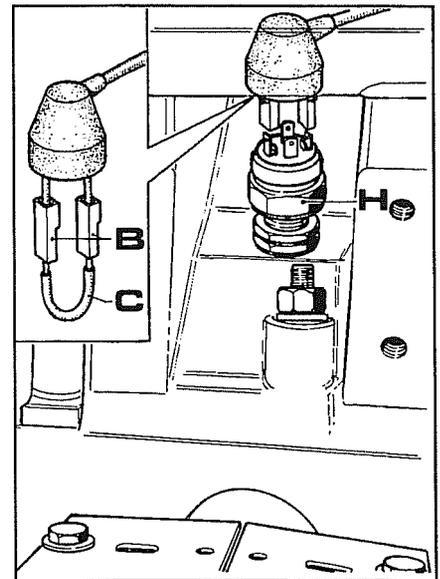

Fig. 8
4. Desconectar los cables **B** fig.8 del interruptor **H** luego volver a conectarlos entre sí con un puente (**C** fig.8). De este modo si al grupo electroválvulas no llega corriente, significa que debemos sustituir el microinterruptor. Para ello: